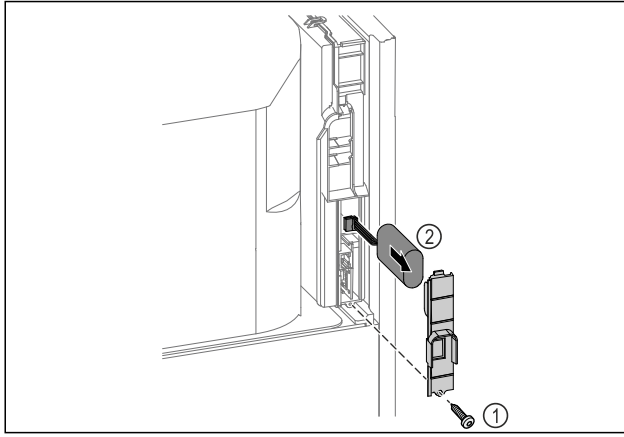

Fig. 259
- Irrota ruuvit ja poista kansi laitteen taustapuolelta Fig. 259 (1).
- Irrota paristo liittimistään ja poista paristo Fig. 259 (2).